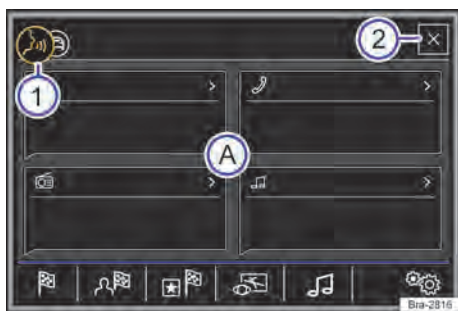

Fig. 160 Comando de voz: exibição do menu de ajuda e elementos falados.
- Somente falar os comandos de voz quando os sons sinalizadores e orientações faladas terminarem e o símbolo  → **Fig. 160**  aparecer no display.
É exibido um menu auxiliar com os comandos de voz mais importantes das áreas ativas (por exemplo navegação) → Fig. 160 (A). A exibição do menu auxiliar pode ser ligada e desligada no menu *Configurações do comando de voz* → Página 209.
Somente falar os comandos de voz quando os sons sinalizadores e orientações faladas terminarem e o símbolo **☎** → Fig. 160 (1) aparecer no display.